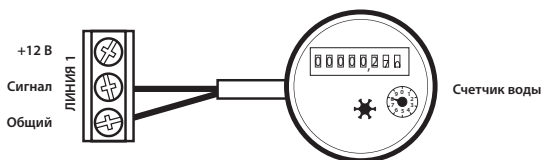

Рис. 5. Схема подключения прибора учета воды (счетчик) к модулю управления ProW +WiFi
- Приборы учета воды подключаются на одно из мест подключения датчиков контроля протечки воды (рис. 5). Конфигурирование входов (датчик или счетчик воды) осуществляется в приложении SST Cloud смартфона.